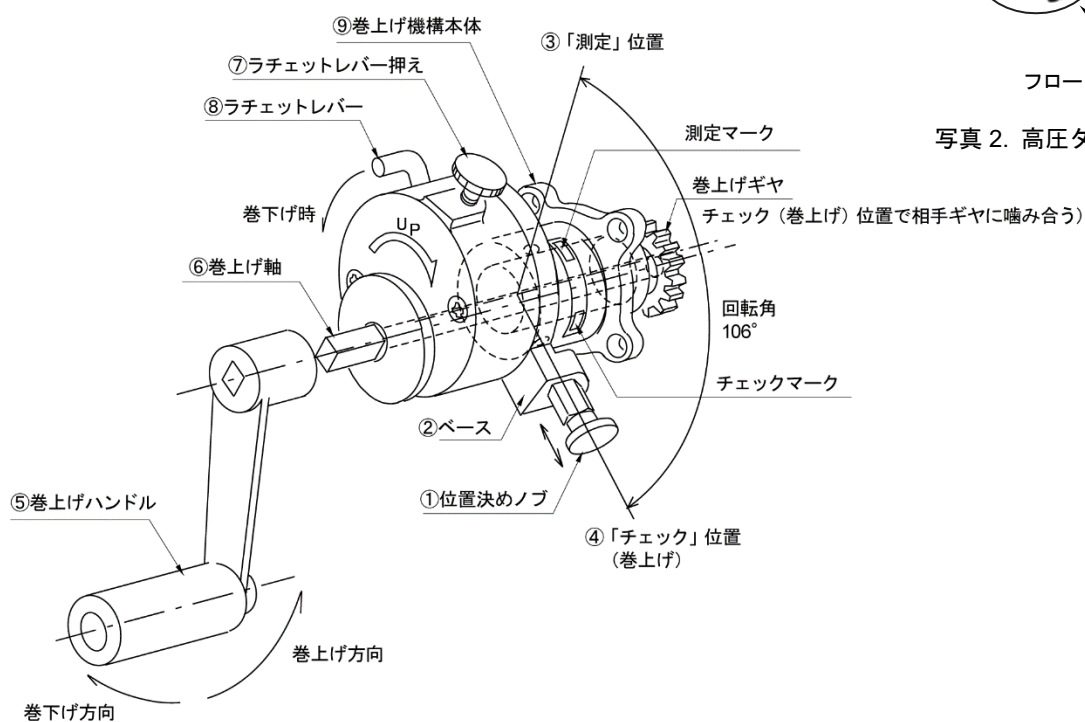

図34. 高圧用フロート巻上げ機構部
(写真2、図34、図35参照)
測長テープを予備巻き分として、テープ巻取りプーリに3~4巻き程度巻き取った後、巻上げハンドル部を「巻上げ」状態(図34で、巻上げ機構部の位置決めノブ①が「チェック」穴④に入った状態)にしてください。(この状態では、タンク内側からの引っ張り力では、テープ巻取りプーリが簡単に動きません。)
(図 34、図 35 参照)
巻上げ機構は「測定」と「チェック」の 2 つの機構で使用します。図 34 で、位置決めノブ①を巻上げ機構本体⑨の「測定」穴③、「チェック」穴④のどちらかに入れることにより、その機能が有効となります。